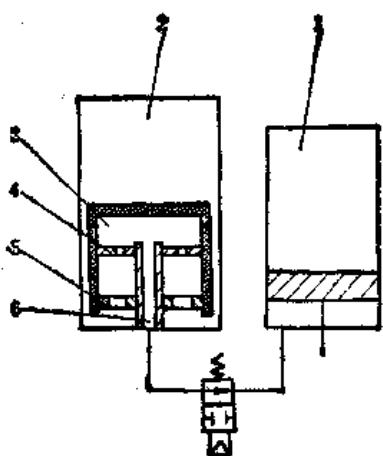

图3-1-10 带缓冲器升降装置示意图
② 去掉浮动活塞，采用气液直接接触式气压油传动，如图3-1-10所示。为了使提升缸里的油进入贮油缸时平稳，液面不翻腾，减少泡沫，在提升缸的贮油罐里增加缓冲器3。缓冲器3里装有隔离板4和5。板5的通道面积是板4通道面积的2~3倍。板4的通道面积又是管道6通道面积的2~3倍。因此，油进入贮油罐时是一级一级减速，液面平稳，油就不起泡，也不会随气体排走。气液直接接触式的气压油